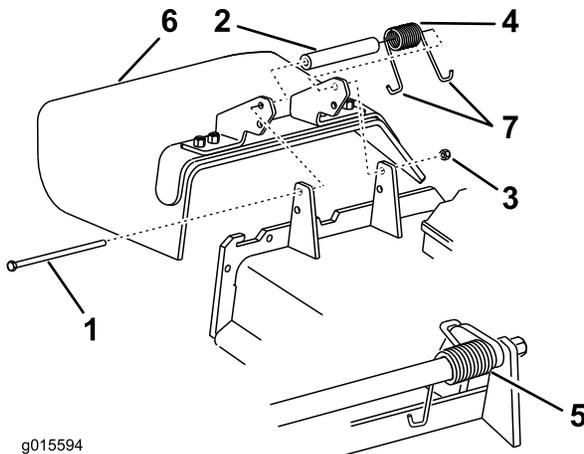

Figure 62
1. Retirez le contre-écrou, le boulon, le ressort et l'entretoise qui fixent le déflecteur aux supports de pivot (Figure 62).
Remarque: Prenez soin de placer une extrémité en J du ressort derrière le bord du plateau avant de mettre le boulon en place, comme indiqué à la Figure 62.
6. Accrochez une extrémité en J du ressort au déflecteur d'herbe (Figure 62).